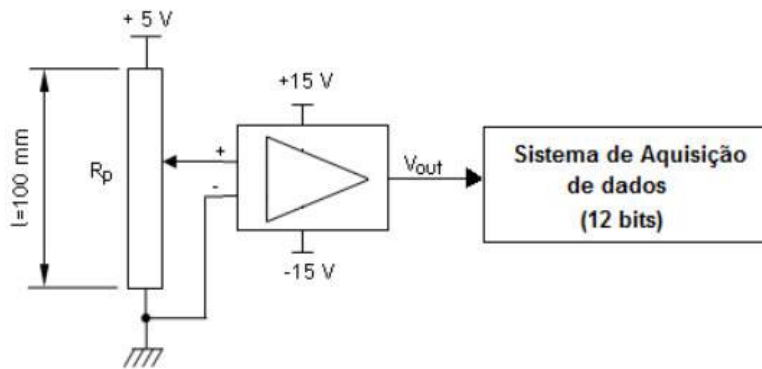

Figura 1
5. Considere um sistema para medição de deslocamento baseado num transdutor potenciométrico conforme representado na figura 1.